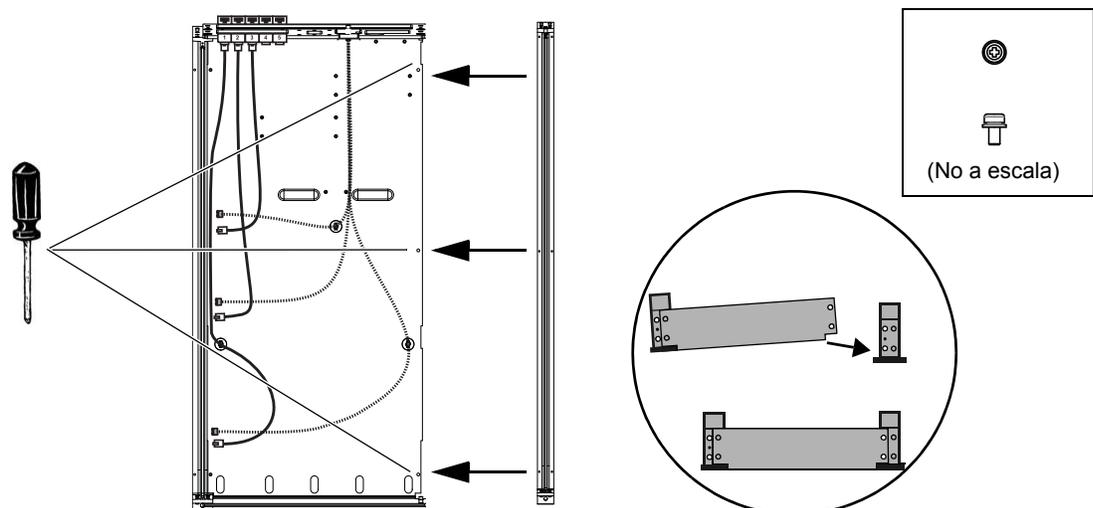

Figura 14. Fijación de la pared lateral a la placa inferior del chasis, vista superior (a la derecha) y vista frontal (abajo a la izquierda)
- 2 Fija la pared lateral a la placa inferior del chasis que se encuentre más a la derecha, utilizando tres tornillos Phillips del n.º 1. El extremo derecho de la placa inferior del chasis se apoya encima del extremo izquierdo de la pared lateral, según se muestra en la Figura 14.